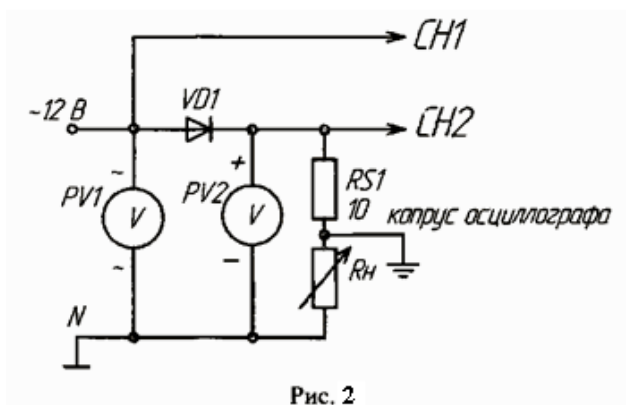

Рис. 2
1) Собрать схему выпрямителя по рис. 2. В качестве вольтметров использовать мультиметры: PV1 в режиме измерения **переменного напряжения**, PV2 в режиме измерения **постоянного напряжения**. Подключить входы осциллографа. Переключатель развертки осциллографа перевести на временную развертку. Установить синхронизацию от сети. На экране осциллографа Вы увидите осциллограммы анодного тока и напряжения на диоде;